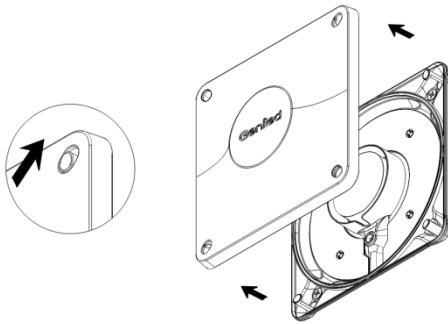

Рисунок 2 – Снятие рассеивателя.
5.5. Снимите переднюю крышку (рассеиватель) светильника Geniled Public, для этого нажмите и аккуратно отведите в сторону четыре клипсы крепления рассеивателя (Рисунок 2).